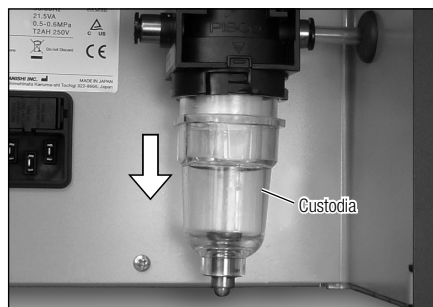

Fig. 35
- 6) Rimuovere la custodia (Fig. 35).